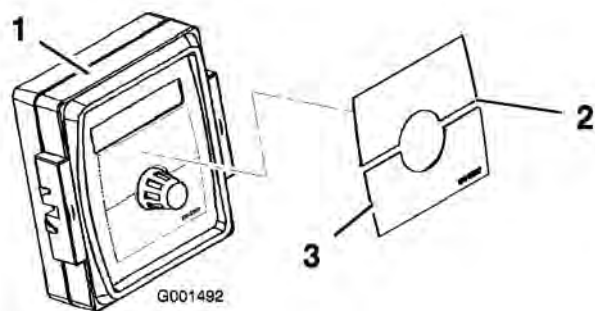

Figura 22
4. Montate il cartello Spray Pro sul monitor (Figura 22).